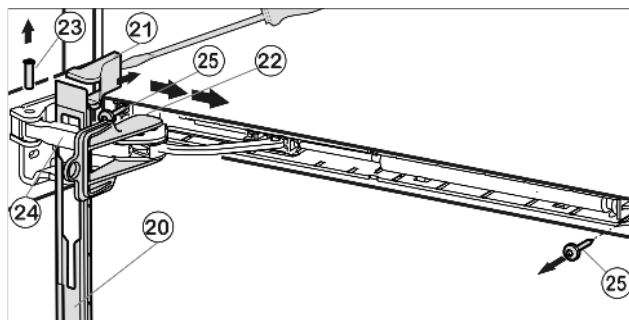

Fig. 10
- ▶ Сдвиньте накладку над амортизационной скобой Fig. 10 (24) в направлении устройства вперед.
- ▶ Зафиксируйте предохранитель Fig. 10 (22) в продольном пазе.
- ▶ Подденьте крышку Fig. 10 (21) отвёрткой с внешней стороны и снимите в направлении наружу.
- ▶ Выдавите палец Fig. 10 (23) снизу.
- ▶ Нажмите амортизационную скобу Fig. 10 (24) в направлении дверцы.
- ▶ Снимите накладку Fig. 10 (20).
- ▶ Открутите весь узел амортизатора закрывания дверцы (2 шт. Torx® 15) Fig. 10 (25).